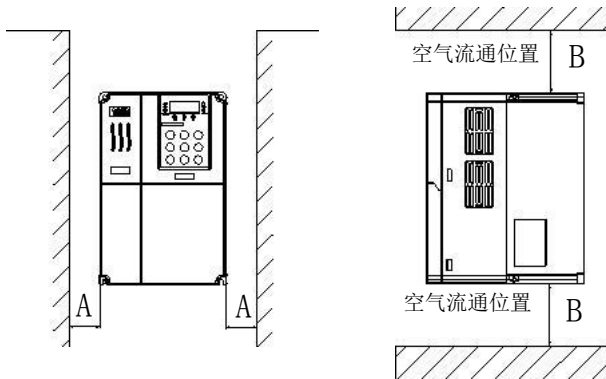

图3-1 SF530系列变频器安装示意图
1. 请垂直安装变频器，便于热量向上散发，但不能倒置。若柜内有较多变频器时，最好是并排安装。在需要上下安装的情况，请参考图3-1的示意，安装隔热导流板。
2. 安装空间遵照图 3-1所示，保证变频器的散热空间，但布置时请考虑柜内其它件的散热情况。